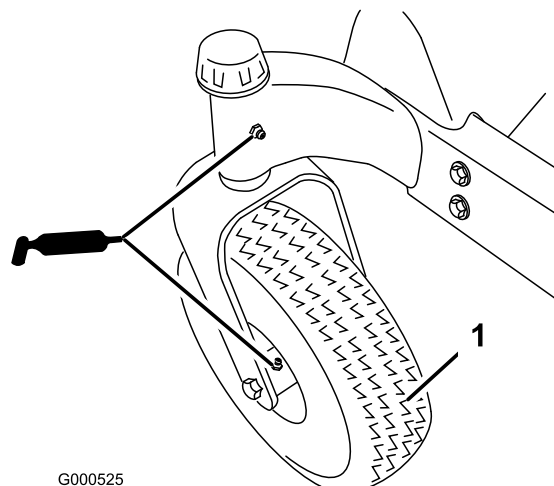
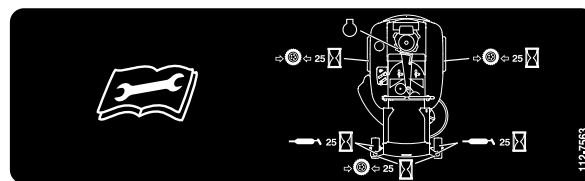

Figura 29
Figura 30
Ingrassate i perni delle ruote orientabili anteriori e le ruote (Figura 29).
3. Pulite i raccordi d'ingrassaggio (Figura 29 e Figura 30) con un cencio, e togliete eventuali tracce di vernice davanti ai raccordi.
4. Collegate un ingrassatore a pressione a ciascun ingrassatore (Figura 29 e Figura 30). Pompate del grasso nel raccordo finché non inizia a fuoriuscire dai cuscinetti.